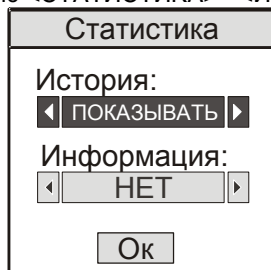

Рис. 11
2.6.15 Переход в меню, для совершения настроек производится кратковременным нажатием кнопки “☰” (рис. 11).